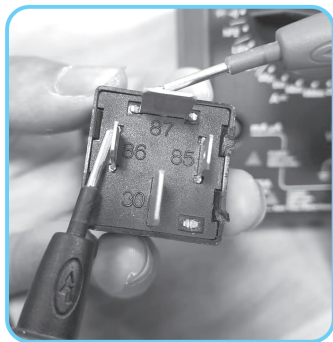

图 1-1-39 连接继电器的 87 端子和 86 端子
④用万用表的电阻挡 $10\text{ k}\Omega$ 挡检测。用红表笔连接继电器的 87 端子,用黑表笔分别连接继电器的 86、85 端子,电阻值应无穷大,如图 1-1-39、图 1-1-40、图 1-1-41 所示。